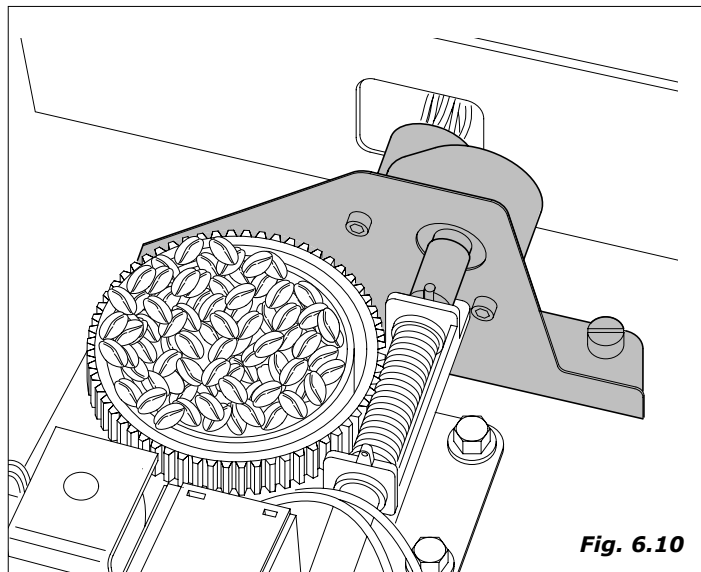

Fig. 6.10
- **Regulación automática molido (Fig.6.10)**